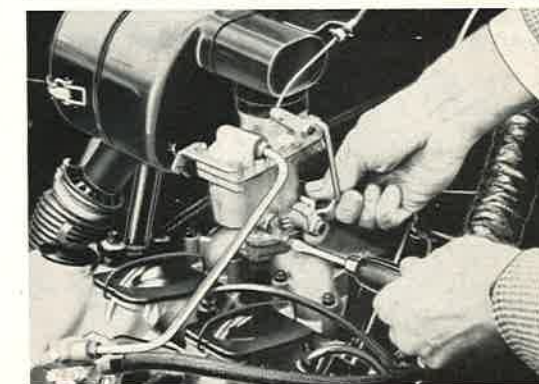

Bild 68
Haupt- (1) und Leerlaufkraftstoffdüse (7) lassen sich ohne Ausbau des Vergasers mit Hilfe des Bordwerkzeugs herausschrauben und werden durch Ausblasen gereinigt. Zum Säubern verwende man niemals Draht oder Nadeln, da hiermit eine Aufweitung der kalibrierten Bohrung erfolgen kann. Es hat auch keinen Zweck, durch Verändern der Düsen geringen Verbrauch oder höhere Leistung erzielen zu wollen. An der vom Werk erprobten und festgelegten Vergasereinstellung soll, wie bereits gesagt, nichts geändert werden. Nur die Leerlauf-Einstellung kann gelegentlich eine Nachregulierung erforderlich machen. Dieses soll immer bei betriebswarmer Maschine erfolgen. Der Motor wird zunächst mit der Leerlauf-Einstellschraube (3) auf die übliche Leerlauf-Drehzahl eingestellt. Darauf wird die Leerlaufgemisch-Regulierschraube (2) – im Bild 68 ist an dieser der Schraubenzieher angesetzt – allmählich so weit verstellt, bis der Motor einwandfrei rund läuft. Die Einstellung ist in Ordnung, wenn der Motor (bei ausgetretener Kupplung) beim plötzlichen Öffnen der Drosselklappe ohne Verzögerung auf Touren kommt bzw. nach plötzlichem Schließen der Klappe nicht stehenbleibt. Auch bei langsamem, zügigem Öffnen der Drosselklappe darf kein „Loch“ spürbar und es müssen einwandfreie Übergänge vorhanden sein.
Die Regulierung beider Schrauben erfolgt wie im Bild 68 gezeigt. Hierzu auch die Bilder 66 und 67.